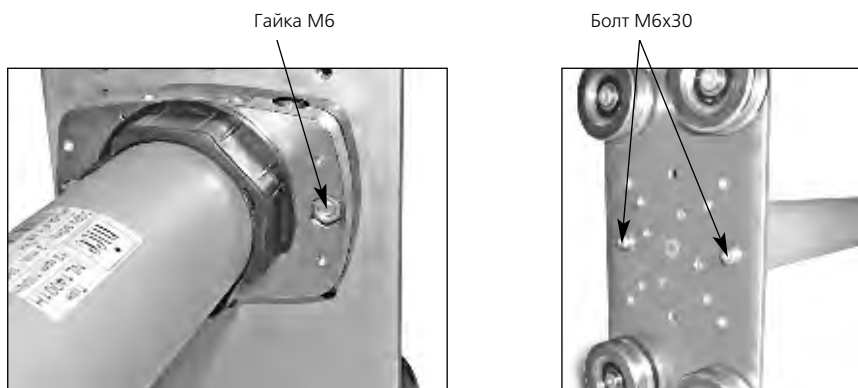

Рис.3.1 Крепление двигателей "Nice" серий Neo MH и Neo LH.
- серии Neo LH крепятся к каретке при помощи двух болтов М6х30 с шестигранной головкой и размером под ключ S10 или винтов М6х30 с цилиндрической головкой с внутренним шестигранником S5 и двух гаек М6, устанавливаемых в шестигранные отверстия оголовка привода. Для крепления завести болты с обратной стороны каретки (рис.3.1).